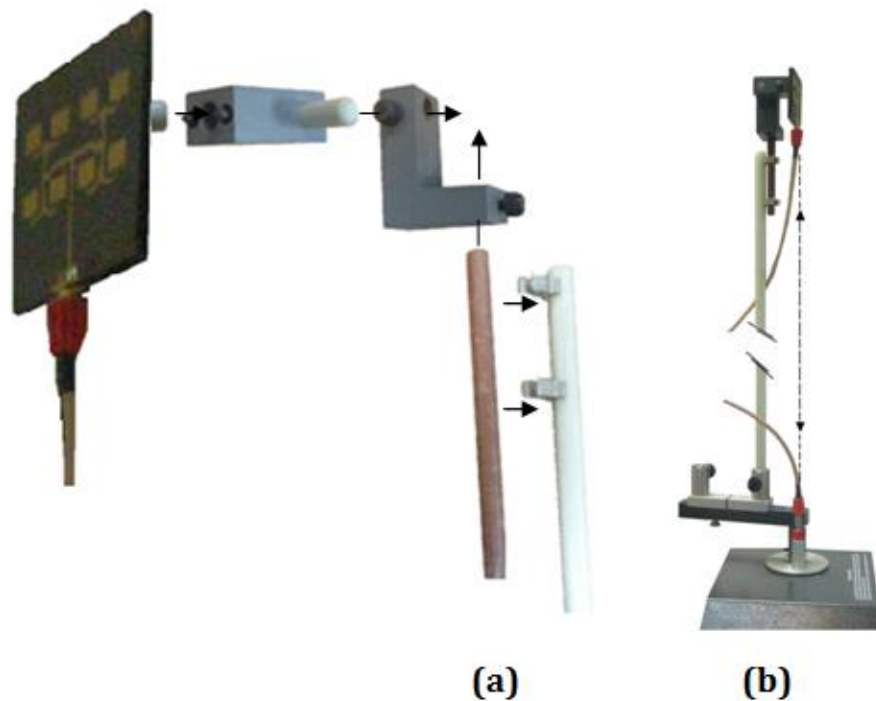
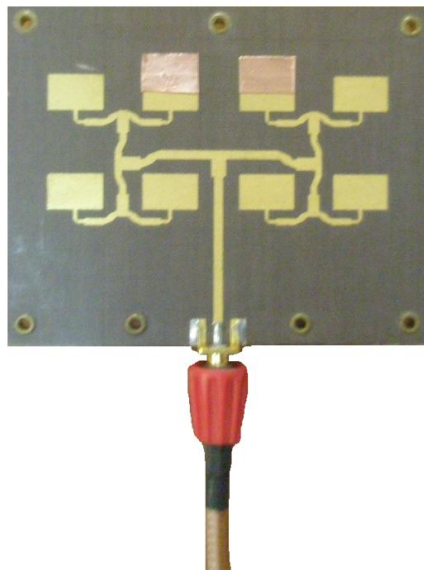

Figura 12.8 Montaje de una red planar de microbandas alimentada en paralelo.
Figura 12.12. Aumento de la altura de dos placas
D. Monté un mástil de clips verticales en el soporte deslizante del *orientador de antena*. Instalé red planar de microbandas alimentada en paralelo como se ilustra en la Figura 12.8, introduzca la columna corta en el adaptador de 90°, ajústela con el tornillo, luego acople el soporte de clips a la antena, posteriormente encaje el soporte de clips en el adaptador de 90°, ajústela con el tornillo.
Una vez hecho esto, posicione la antena como lo muestra la Figura 12.8, mediante los pernos que trae el soporte de clips.
M. Compare los diagramas del Documento1, observe y según su criterio determine como esta polarizada la red planar alimentada en paralelo de la Figura 12.8, ¿Esperaba estos resultados? Explique.
U. Retiré la antena de red alimentada en serie y reemplácela por la red alimentada en paralelo, utilice la cinta adhesiva para aumentar en aproximadamente 5mm la altura de las dos placas del centro en la parte superior (ver Figura 12.12). Posicione esta antena para una adquisición en el plano H (ver Figura 12.8).